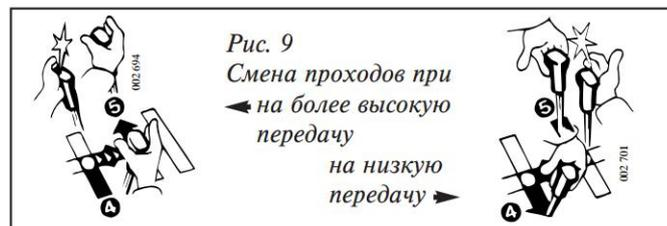

Рис. 9
- Перемещайте рычаг переключения быстро, без применения большого усилия. Это особенно важно при еще холодном трансмиссионном масле. Рекомендуется осуществлять перемещение рычага переключения передач открытой рукой, как показано на рис. 9.
- При переходе из прохода 3/4 в проход 5/6 и наоборот слегка ударьте ладонью по рычагу и быстро, без большого усилия, переведите рычаг в положение желаемой передачи (рис. 9).
Рис. 9а